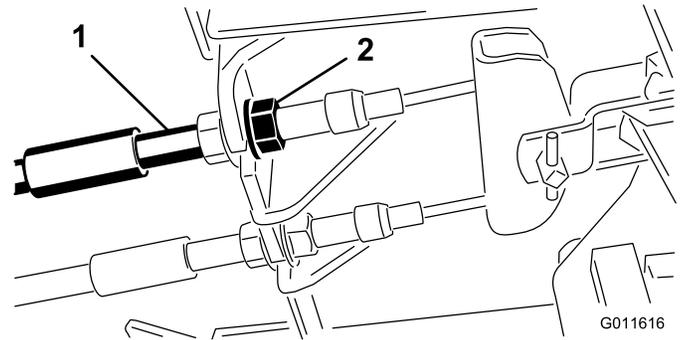

图64
1. 要缩短刹车踏板的自由行程可以通过松开刹车拉线螺纹端的前螺母紧固刹车图64。